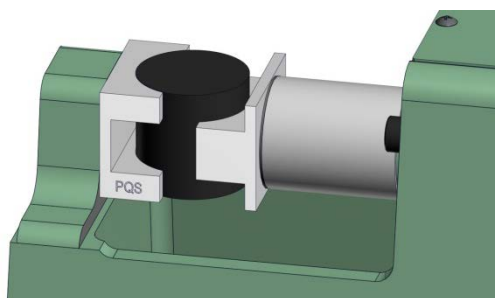

Figura 5.3.4
4. Depois da amostra se partir, o leitor com ponteiro de pressão vermelho no indicador de baixa pressão indicará a resistência máxima ao cisalhamento (σ_D in N/cm²). Retire a amostra da máquina de resistência universal. O valor máximo indicado dividido por dois na escala exterior é a resistência ao cisalhamento (σ_S in N/cm²). Consulte a Figura 5.3.4. para o procedimento de teste.